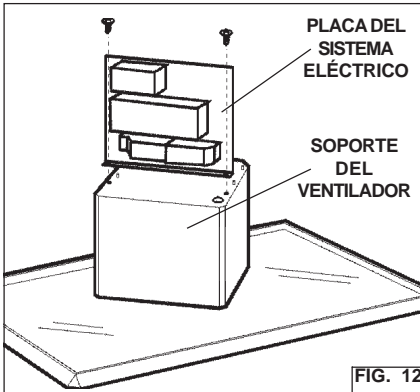

FIG. 12
5. Sujete la placa del sistema eléctrico al soporte del ventilador con tres tornillos para chapa. Fig. 12.